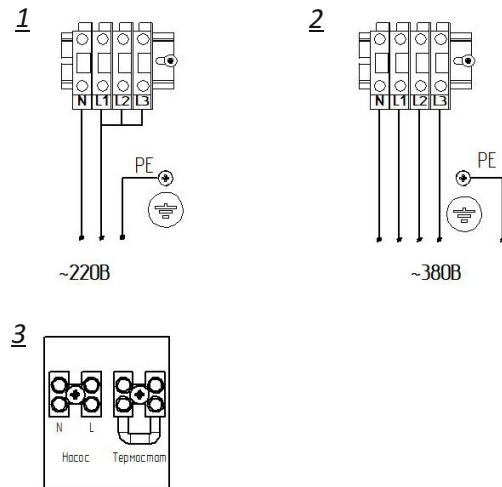

Рис. 3 Схема подключения котла
Подключение к однофазной сети переменного тока (220 В) (Рис.3, схема 1)
Подключение к трехфазной сети переменного тока (380 В) (Рис.3, схема 2)
Подключение насоса и внешнего термостата (Рис.3, схема 3)
**Внимание!** Если внешний термостат не используется, то в разъем термостата обязательно должна быть установлена перемычка (Рис.3, схема 3).